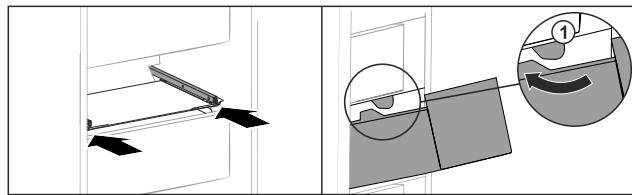

Fig. 154
- Прокарайте чекмеджето около ограничителите Fig. 154 (1).